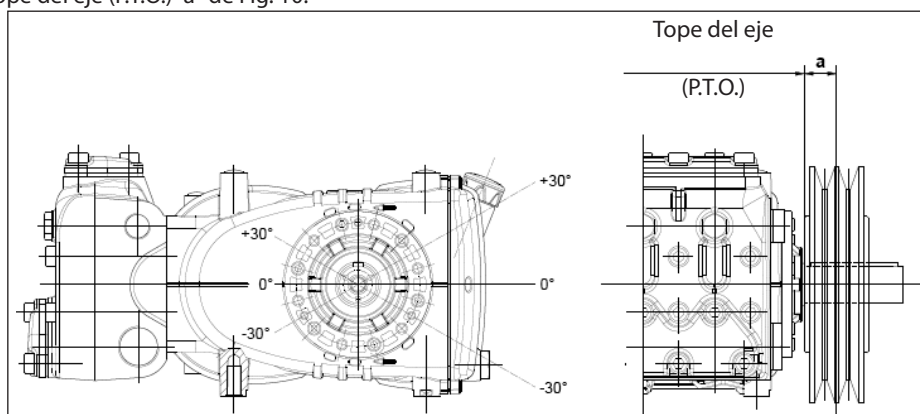

Fig. 10
La carga radial sobre el eje no debe ser superior a 3000 N (valor necesario para definir el Layout). La transmisión es considerada adecuada si tal carga es aplicada a una distancia máxima $a = 30$ mm del tope del eje (P.T.O) como se indica en la Fig. 10.
- b) Utilizar correas de alto rendimiento –por ejemplo **XPB** en lugar de **SPB**– ya que resultará necesario una cantidad inferior de correas en paridad de potencia transmitida y una consecuente distancia inferior de la resultante con respecto al tope del eje (P.T.O.) “a” de Fig. 10.